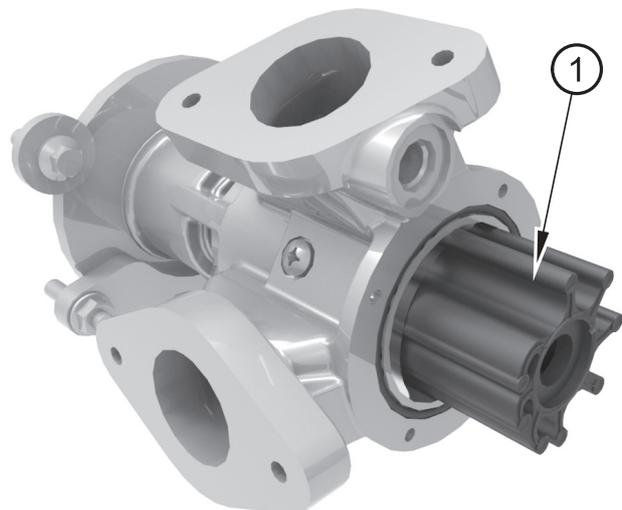

Abbildung 11
4. Nehmen Sie die Gummiendkappe (Nummer 2) ab, und ziehen Sie das Laufrad (Abbildung 11, Nummer 1) von der Welle.